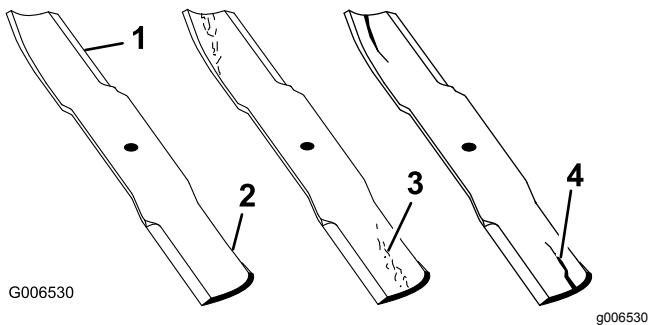

Figura 108
1. Ispécione as extremidades de corte (Figura 108).
4. Se verificar quaisquer fissuras, desgaste, ou a formação de ranhuras nesta área instale imediatamente uma lâmina nova (Figura 108).